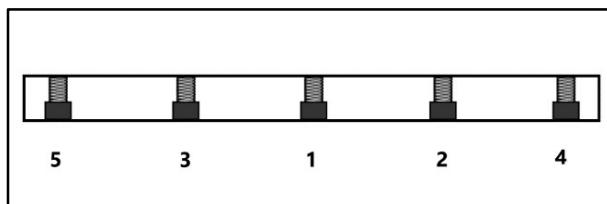

Рисунок 42.
- Ослабьте болты клиньев, начиная с середины (рис. 42), пока все болты клиньев не будут откручены, но не вынуты.
- Поверните строгальный вал до появления первого ножа. Слегка затяните болты клиньев, начиная с середины и перемещайтесь к краям по очереди - то слева, то справа (рис. 42). Повторите этот шаг для остальных ножей.